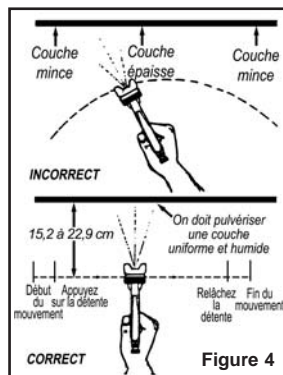

Figure 4
7. Méthode de pulvérisation. Tenez le pistolet à une distance variant entre 15 et 23 cm de la surface de travail et déplacez-le d'un côté à l'autre en appuyant sur la détente pour pulvériser les matériaux. Pour éviter l'apparition de grumeaux, de coulures et de marques de raccords, maintenez le pistolet en mouvement en tout temps avant, pendant et après avoir appuyé sur la détente (voir Figure 4). En pulvérisant de gauche à droite, utilisez le motif vertical et en pulvérisant de haut en bas, utilisez le motif horizontal.